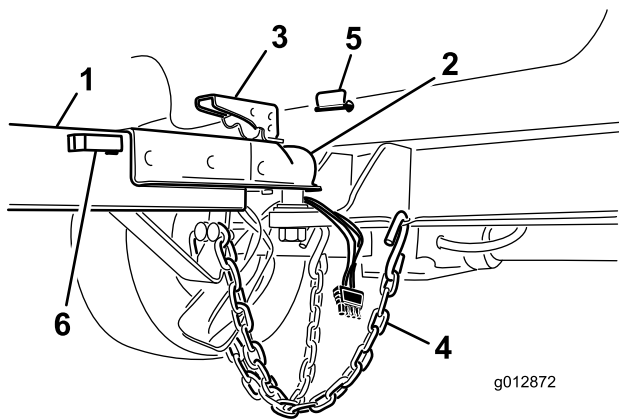

Figura 8
5. Guarde el conector del arnés en el soporte de la barra del enganche (Figura 8).
2. Levante la palanca de acoplamiento de la lengüeta y baje el enganche sobre la bola (Figura 8).
- Instale el pasador para bloquear la palanca de acoplamiento (Figura 8).
- Cruce las cadenas de seguridad y conéctelas a los taladros del enganche (Figura 8).